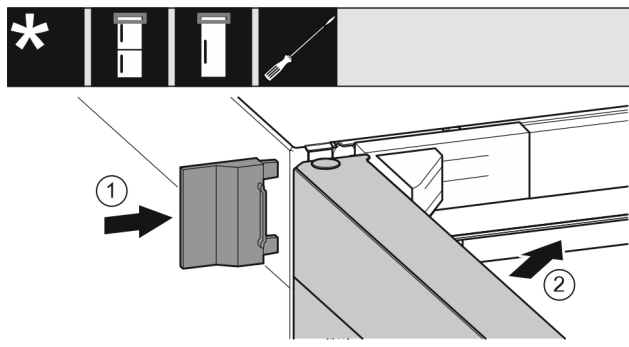

Fig. 23
- ▶ Potisnite zunanji pokrov gor. Fig. 23 (1)
- ▶ Zaprite zgornja vrata. Fig. 23 (2)